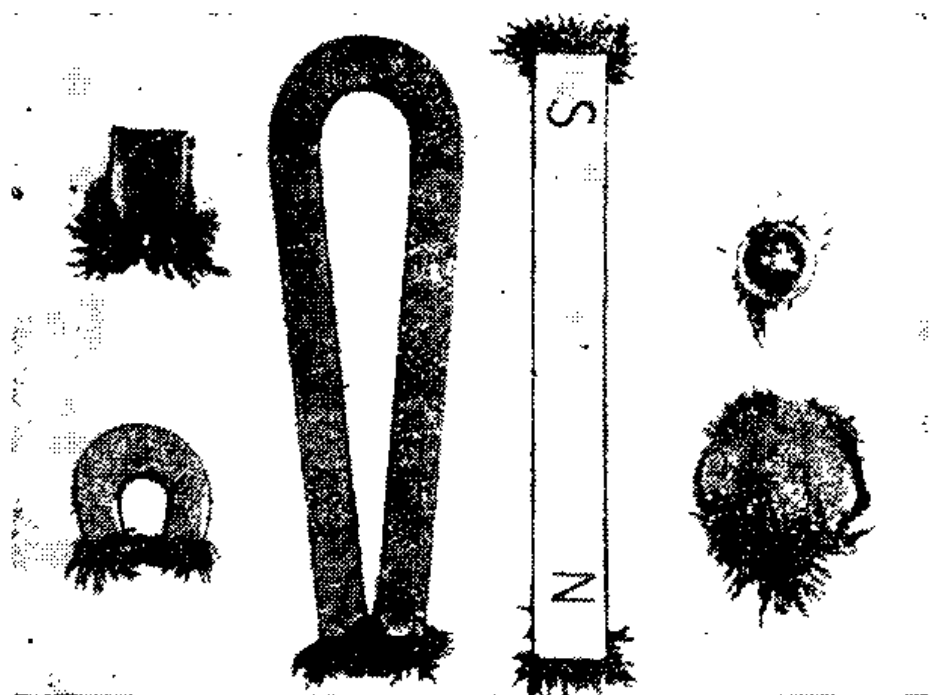

Рис. II.10. Образцы выпускаемых магнитов. Каждый магнит, независимо от его формы, имеет северный и южный полюс.
**Металлы для изготовления магнитов.** Постоянные магниты могут иметь различные формы и размеры (рис. II.10). Наиболее распространенными являются подковообразный и полосовой магниты. Эти магниты делают из закаленной стали, сохраняющей намагниченность длительное время. Мягкую сталь легко намагнитить, однако она не сохраняет свою намагниченность.